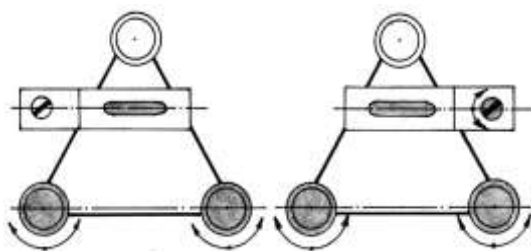

Рисунок 4. Первая поверка теодолита
1. Установить ось цилиндрического уровня при алидаде горизонтального круга по направлению на два любых подъемных винта подставки (рис. 4). Вращением этих винтов в противоположные стороны привести пузырек уровня точно на середину.